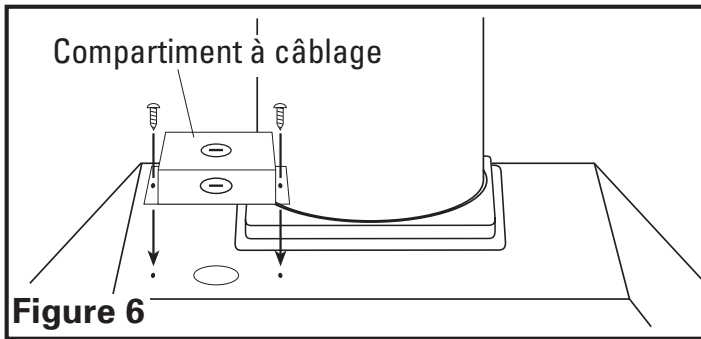

Figure 6
- Fixez le compartiment de câblage à l'unité de puissance avec deux des vis #6 à tête épointée comprises (Figure 6).